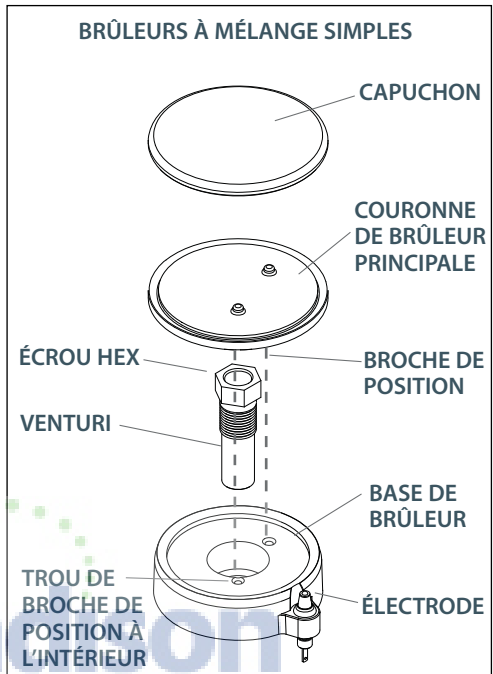
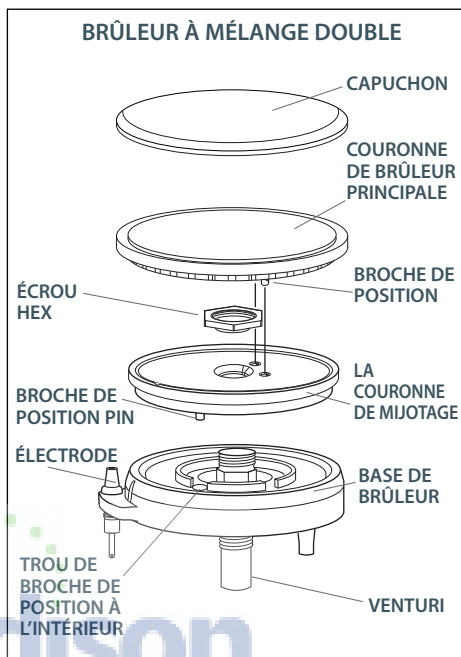

Fig. 29
Fig. 30
Le démontage de la couronne de mijotage n'est pas recommandé; cela peut toutefois s'avérer nécessaire si les ports restent bouchés après un nettoyage normal. Si vous devez retirer la couronne de mijotage de sa base, enlevez l'écrou hex de la partie supérieure de la couronne de mijotage. Nettoyez la couronne de mijotage avec de l'eau savonneuse chaude à l'aide d'une brosse en soies douce métallique ou en plastique, puis séchez soigneusement. Réassemblez les pièces à l'aide de l'écrou hex. Après le nettoyage, il est important de vous assurer que la broche de position au bas de la couronne de mijotage est correctement alignée avec le trou correspondant de la base et que les deux broches de positions (voir encart, Fig. 30) au bas de la couronne sont correctement alignées avec l'encoche de position et les trous centraux en haut de la couronne de mijotage. Un mauvais alignement produira une flamme potentiellement dangereuse et entraînera un mauvais fonctionnement du brûleur (voir Fig. 29 et 30).
- Est-ce que le brûleur à deux morceaux est assemblé correctement? (Voir les pages 85-86, Fig. 29 et 30.)
- Est-ce que la tête du brûleur est alignée correctement? (Voir les pages 85-86, Fig. 29 et 30)